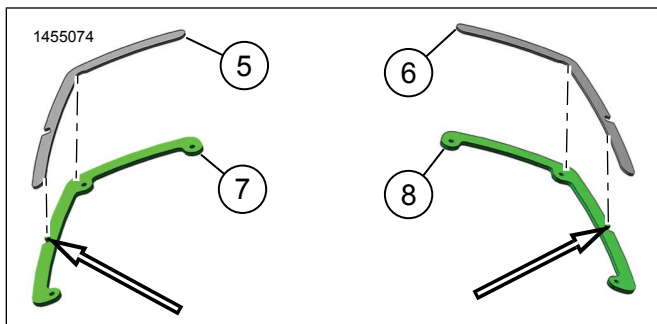

Figure 8.
7. Voir la Figure 8. Positionner les coussinets de fixation (5 et 6) de façon à ce que les bandes adhésives soient orientées vers le support de fixation (7 et 8) et soient détournées de la grille.